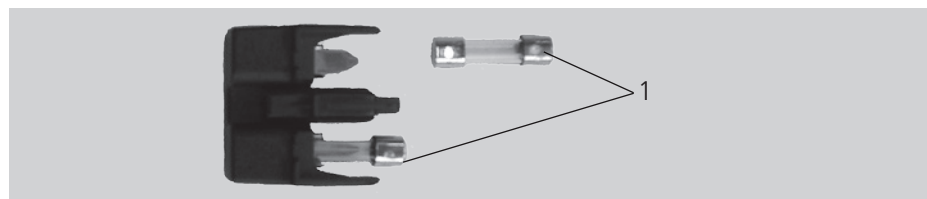

Bild 4-2 Sicherungswechsel
- Ziehen Sie die alten Sicherungen (Bild 4-2/1) aus dem Sicherungshalter heraus.